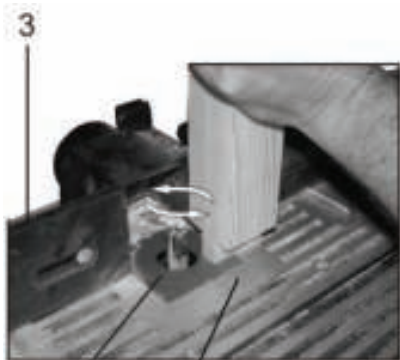

рис. 11
Удерживайте обеими руками заготовку и прижимая её к направляющей 3 (рис. 11) и опорной плите 2 (рис. 11), плавно перемещайте заготовку к фрезе. Руки должны находиться на безопасном расстоянии от фрезы.
6.7.1 При использовании фрезы диаметром менее 45 мм устанавливайте понижающее кольцо 13 (рис. 11). Это необходимо для того, чтобы предельно уменьшить зазор между фрезой и опорной плитой.